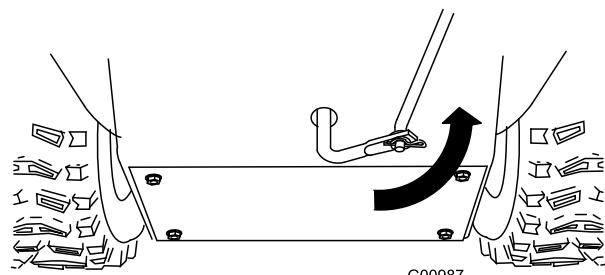

**Figure 11**
3. Retirez la goupille fendue et la rondelle extérieure du tourillon à l'extrémité supérieure de la tige de commande de vitesse (Figure 11).
**Remarque:** Pour faciliter l'installation, laissez la rondelle plate sur le tourillon (Figure 11).
6. Soulevez la tige de commande de vitesses et insérez le tourillon dans le trou du levier sélecteur de vitesses (Figure 11).
- B. Désaccouplez le tourillon du sélecteur de vitesses (Figure 11).
- C. Tournez le tourillon vers le bas (sens horaire) sur la tige de commande de vitesse (Figure 11).
- D. Accouplez le tourillon au sélecteur de vitesses (Figure 11).
- C. Tournez le tourillon vers le haut (sens anti-horaire) sur la tige de commande de vitesse (Figure 11).